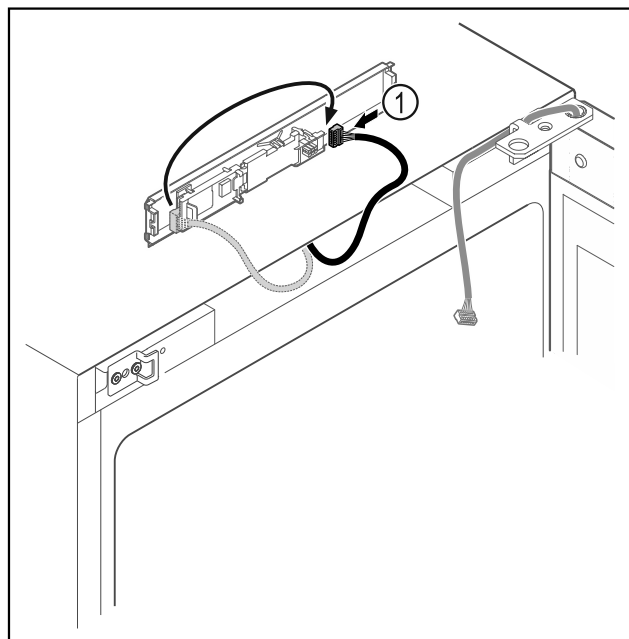

Fig. 8
- Brancher le connecteur Fig. 8 (1) de l'autre côté.